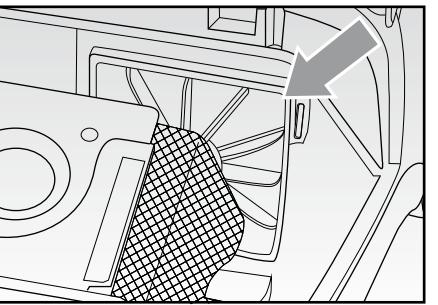

Fig. 8
- Far scorrere fuori il comparto il filtro (FIG. 8).